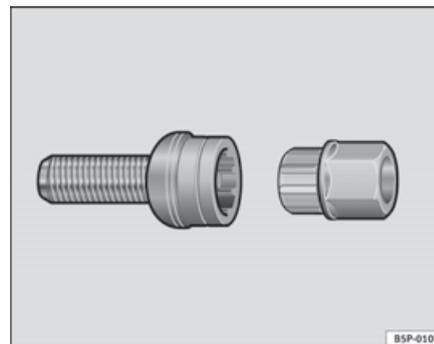

Fig. 146 Viti antifurto ▶
- Innestare l'adattatore nella vite antifurto, spingendolo fino in fondo ⇒ *fig. 146*.